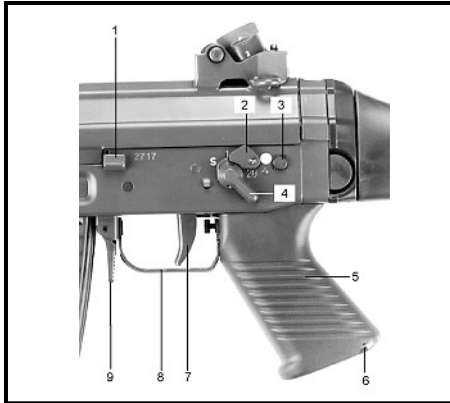

Abbildung 6: Abzugsvorrichtung
- 9** Der Pistolengriff enthält die Ladehilfe. Im Deckel (Abbildung 6, Nr 6) ist das Namenplättchen eingeschoben.